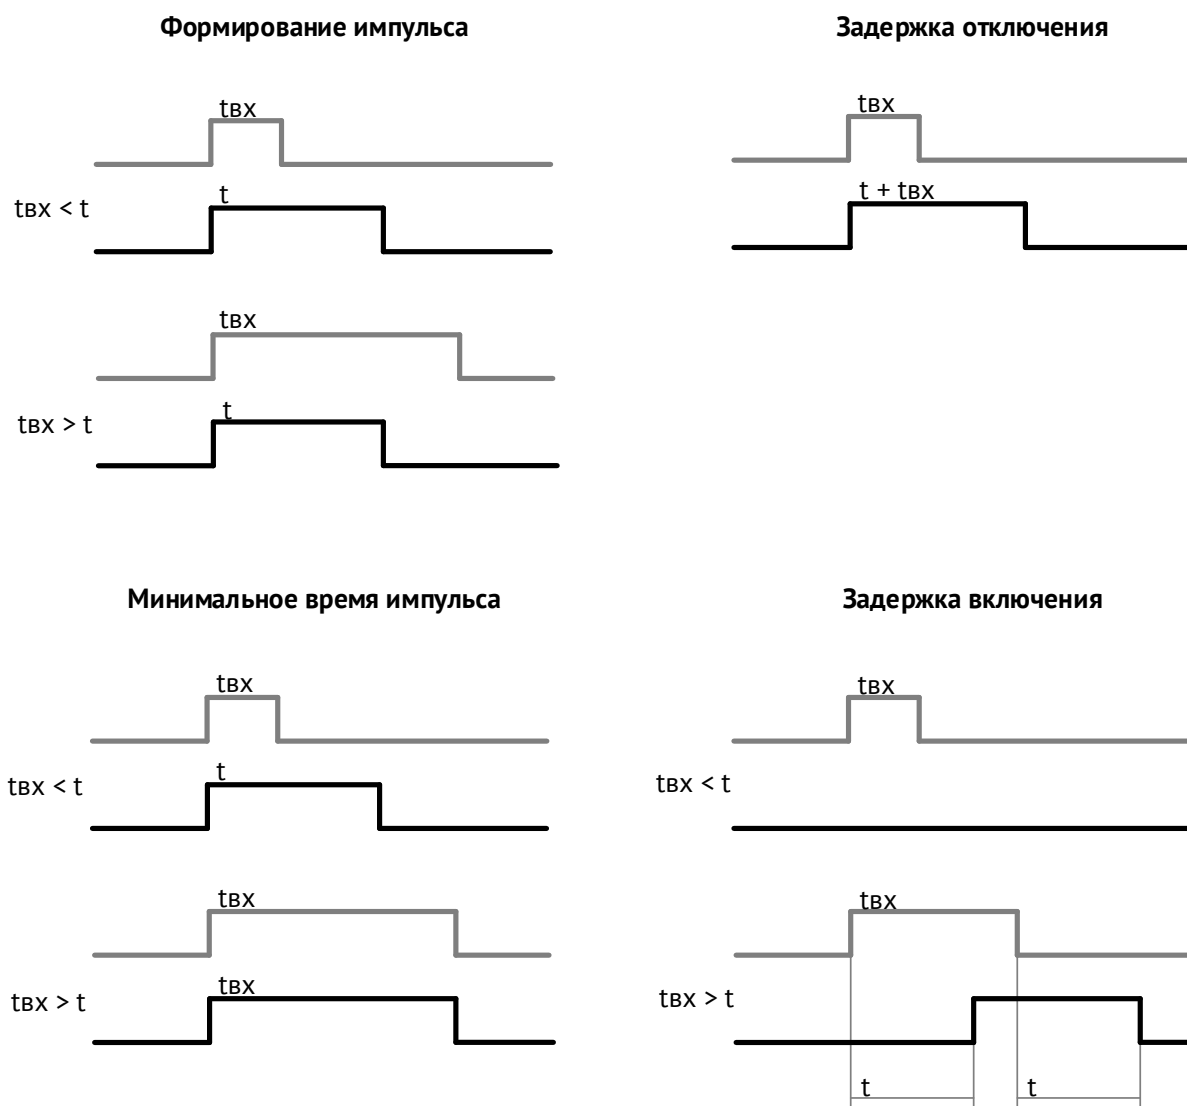

Рисунок 5.70. Принцип работы временных функций (TIMER)
- TIMER – выход изменяет состояние в зависимости от типа таймера и состояния входного сигнала в соответствии с рис. 5.70.